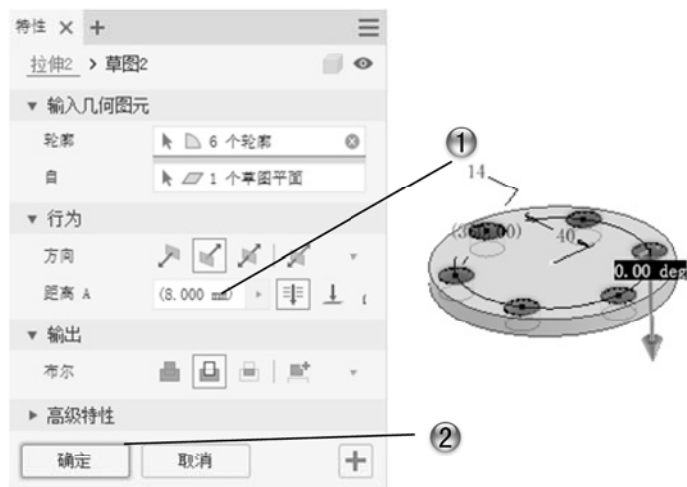

图 1-37 创建拉伸切除特征
① 创建拉伸切除特征，在【特性】面板中设置【距离】为 8。
② 单击【特性】面板中的【确定】按钮，如图 1-37 所示。